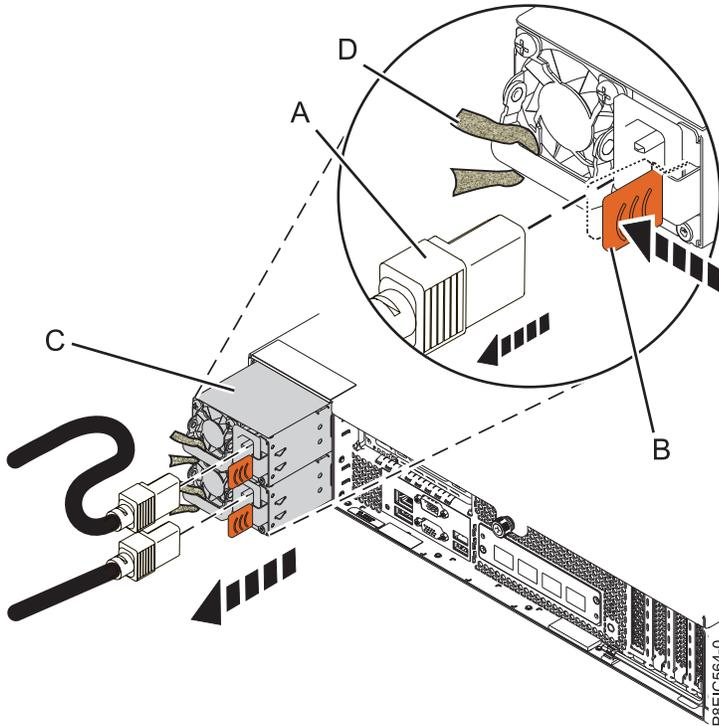

Figura 54. Removendo uma fonte de alimentação do sistema
- a. Para desprender a fonte de alimentação de sua posição no sistema, puxe a aba de bloqueio (**B**) na direção mostrada. Consulte a Figura 54 na página 86.